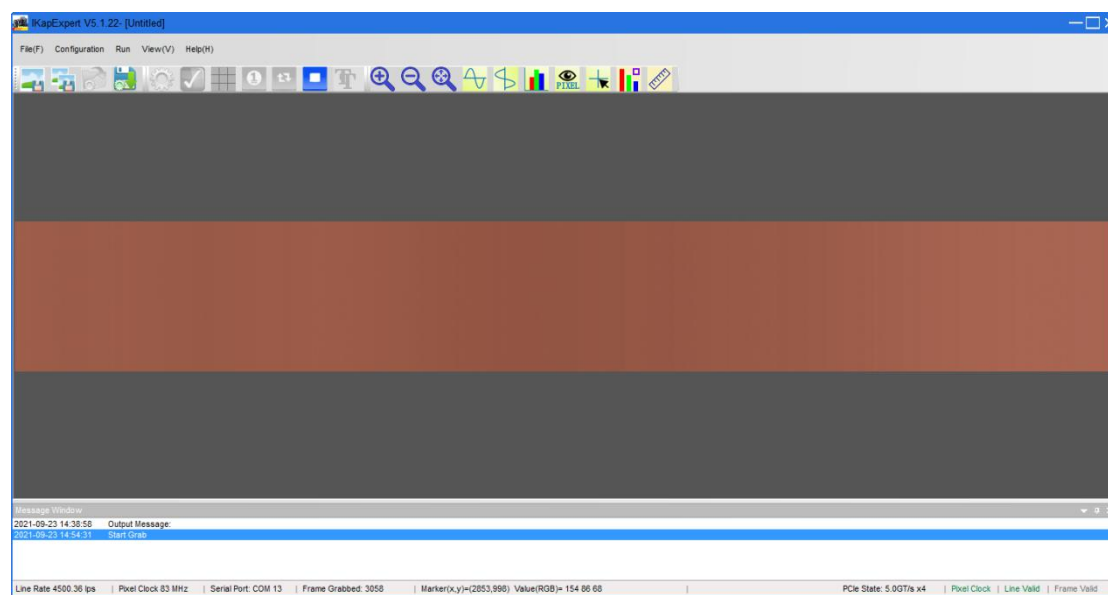

图 28 采集图像后的主界面视图
- (5) 参数配置完毕，点击 “Apply”。
- (6) 点击菜单栏 “Run” -> “Grab (Continus)” 采集图像，如图 28 所示。